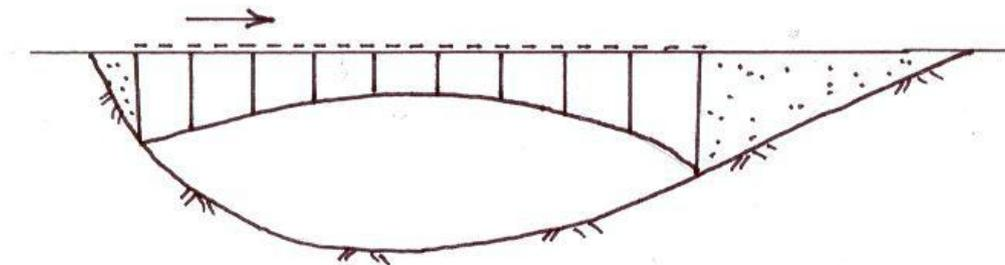

Fig. 13 Pont à tablier supérieur.
- Pont à tablier supérieur : Le tablier se situe au dessus des éléments porteurs (fig. 13).